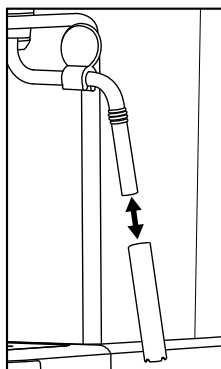

Figure 3
- 5) Retirez la gaine du mousseur à lait 10 (figure 3) et la nettoyez soigneusement à l'eau chaude.
- 7) Glissez à nouveau le mousser à lait 10 (figure 3).